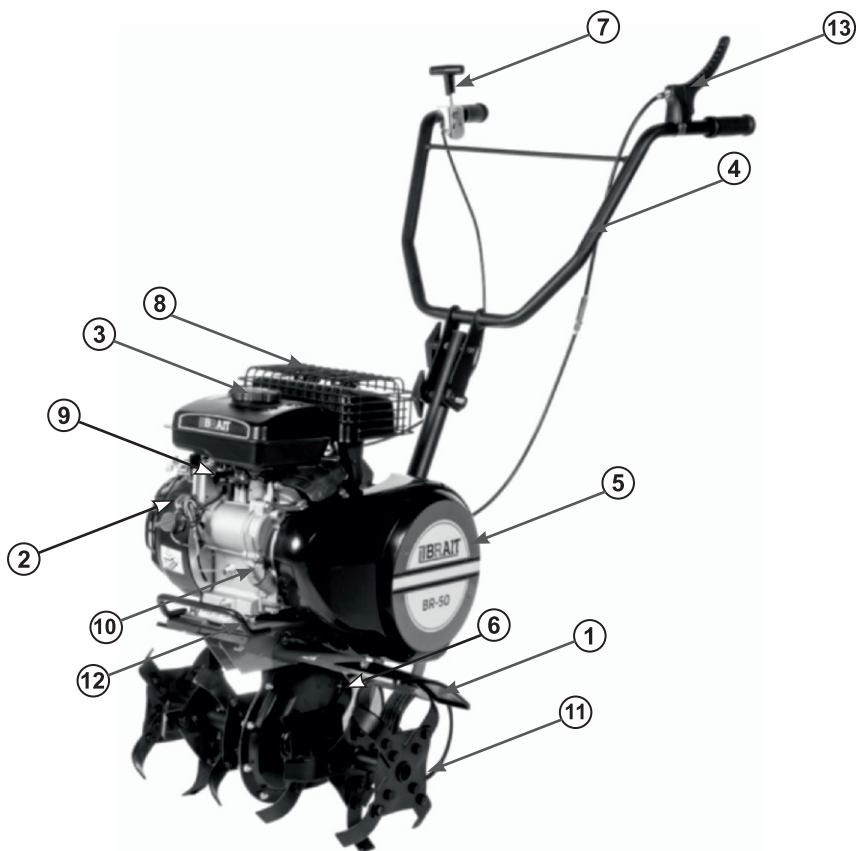

Рис. 1 Основные узлы и органы управления
4. Установите на мотокультиватор и закрепите с помощью болтов и гаек защитные крылья 1 (Рис. 1).